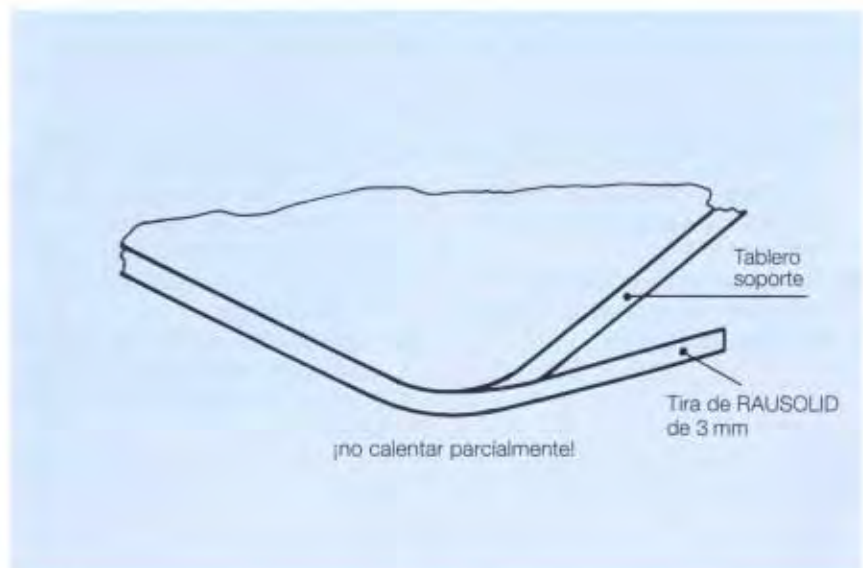

Fig. 22
**No está permitido el uso de ventiladores-calefactores así como el calentamiento parcial.** (Fig. 22)